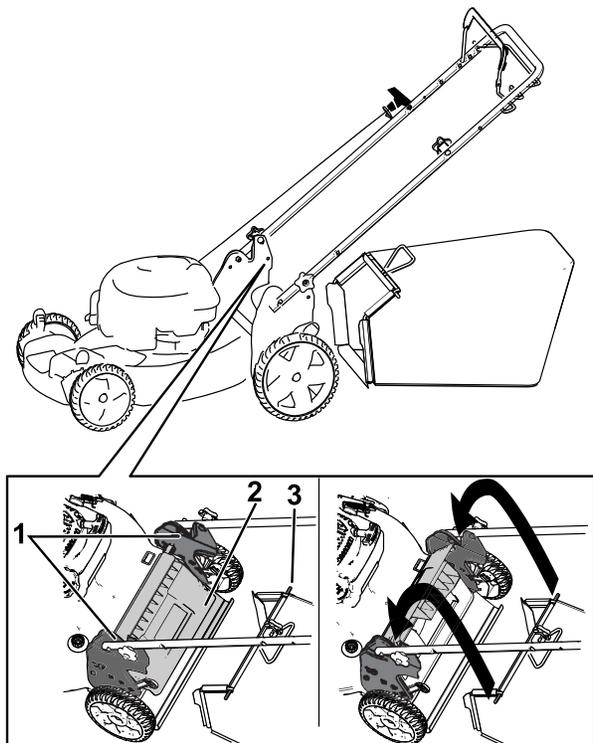

Figura 20
1. Alzate lo sportello posteriore e tenetelo alzato (Figura 20).
2. Montate il cesto di raccolta, accertandovi che i suoi perni siano inseriti nelle tacche presenti sulla stegola (Figura 20).